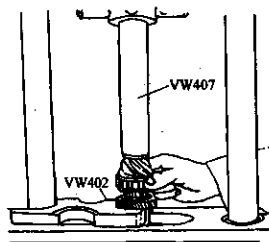

图 3-89 安装第四档齿轮
2) 装上四档齿轮, 如图 3-89 所示。注意: 用手扶住前轴承, 齿轮有凸缘的一边应朝向轴承。